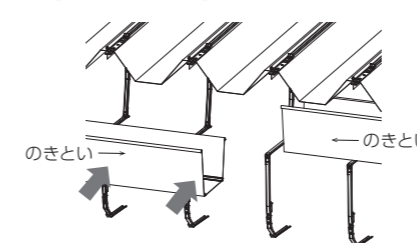

図3【金具の旋回固定】
- 5) 部品(ジョイント・伸縮カバー)取り付け後に、金具(手前側)を回転させ固定します。図3参照)